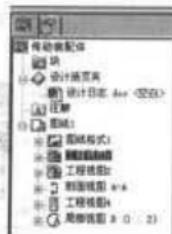

图 6-70 特征管理器设计树
(15) 单击 $\checkmark$  (确定) 按钮，生成局部视图并关闭“局部视图”属性管理器，此时在特征管理器设计树中显示所创建的每一个工程视图，如图 6-70 所示。